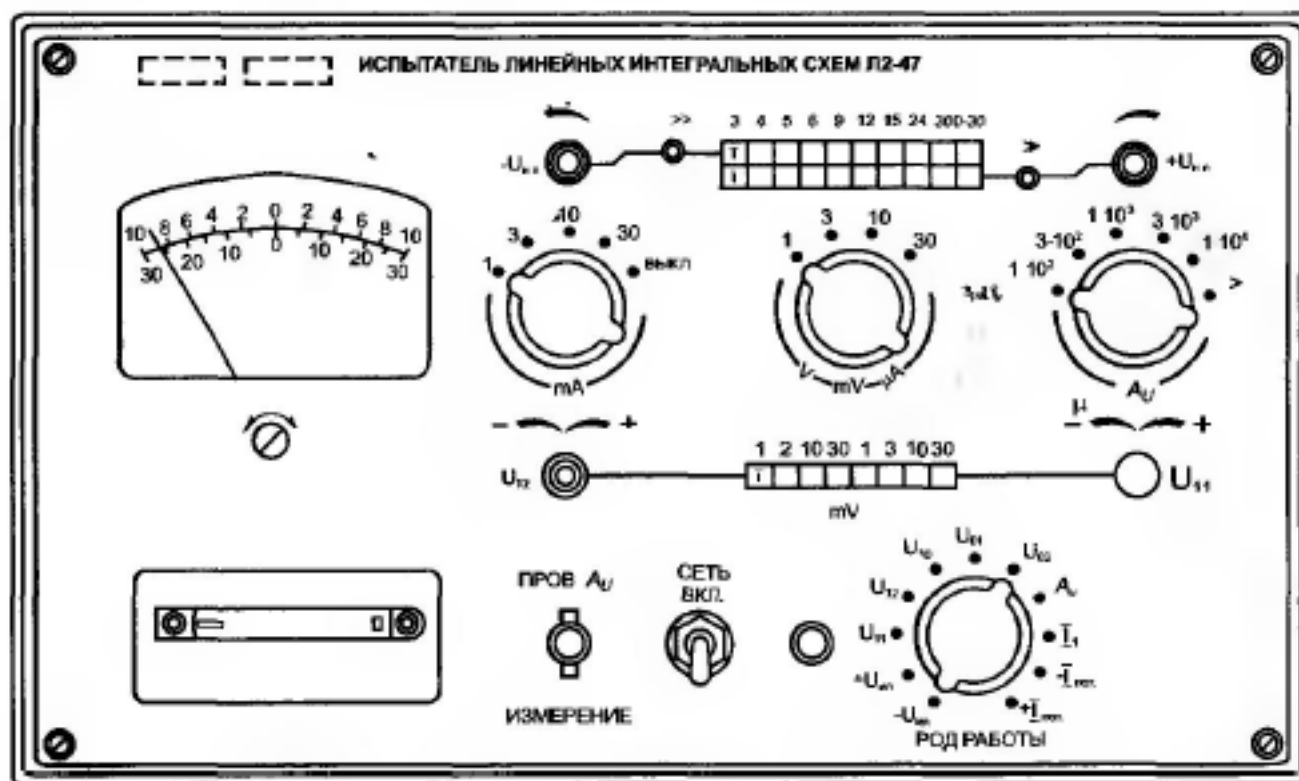

Рис. 8.1. Изображение лицевой панели прибора Л2-47
**Пример 8.1.** Требуется определить полное название прибора, представленного на рис. 8.1.
**Пример 8.2.** Требуется определить параметры АИМС, измеряемые прибором Л2-47, используя рис. 8.1.
**Пример 8.3.** Требуется определить диапазон измерения коэффициента усиления прибором, показанным на рис. 8.1.
- 8.4. По изображению лицевой панели прибора Л2-47 (см. рис. 8.1) определить диапазоны измерения:  $U_{10}$ ,  $U_{01}$ ,  $I_1$ ,  $I_{\text{пот}}$ .